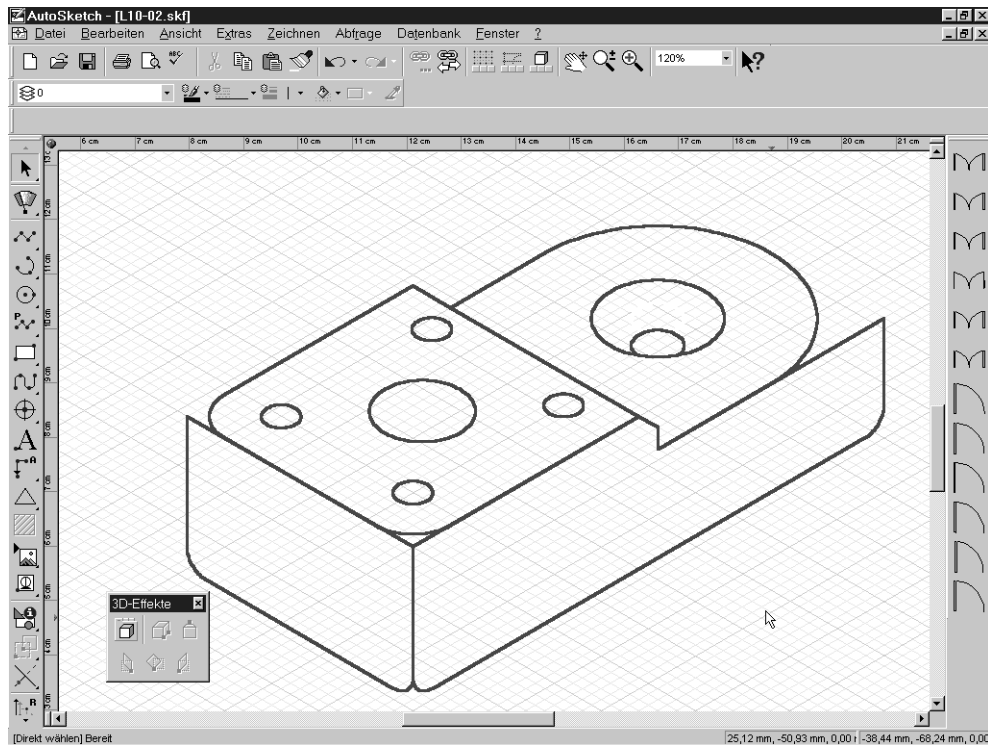

Abbildung 10.15: Die Draufsicht korrigiert
- Korrigieren Sie den inneren Kreis bei der Senkung; er steht vorne über den großen hinaus. Verwenden Sie den bereits bekannten Befehl STUTZEN – KANTE. Das Ergebnis sollte wie in Abbildung 10.15 aussehen, falls nicht, laden Sie die Zeichnung L10-02.SKF aus dem Ordner \Aufgaben.
An der Darstellung in Abbildung 10.15 gibt es in den anderen Ebenen noch einiges zu korrigieren. Das können wir mit den schon bekannten Funktionen machen. Gehen Sie wie folgt vor.